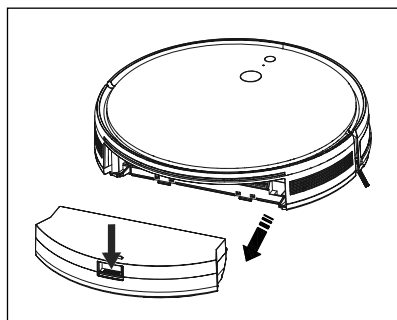

Fig. 7
- 1) Tryk på oplåsningsknappen **15** på støvbeholderen **16**, og tag den ud af produktet (se fig. 7).